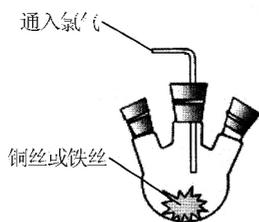

图1
1. 如图1所示,取一个三口烧瓶,底部放上一团铁丝,上口接上导管,用以通入氯气。